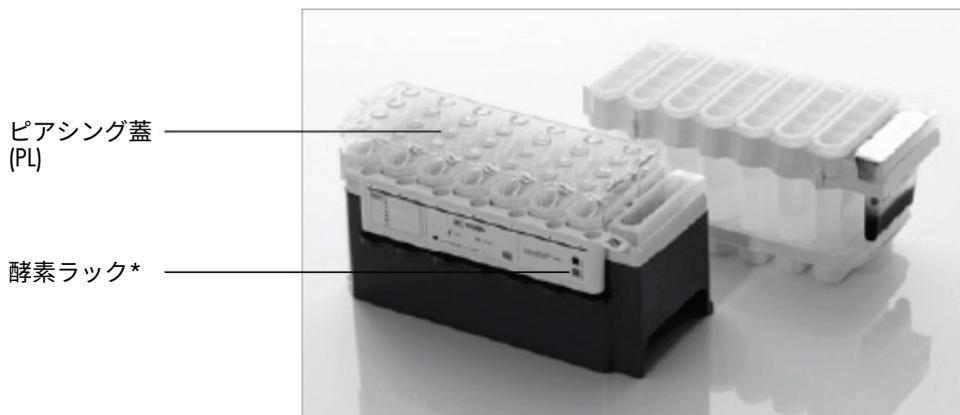

図 3 試薬カートリッジ (RC) の簡単な作業台配置。* QIAasympphony DSP HPV Media Kit は酵素ラックが不要のため、備えていません。
作業を開始する前に、磁気粒子が完全に懸濁していることを確認してください。試薬カートリッジのフレームから磁気粒子槽を取り外し、すべての磁気粒子が均一に懸濁するまで逆さまにしてください (ボルテックスはしないでください)。その後、最初の使用前に、試薬カートリッジフレームに再度設置します。試薬カートリッジ (RC) を試薬カートリッジホルダー内に設置します。試薬カートリッジ (RC) を初めて使用する前に、試薬カートリッジ (RC) の上にピアシング蓋 (PL) を取り付けます (図 3)。